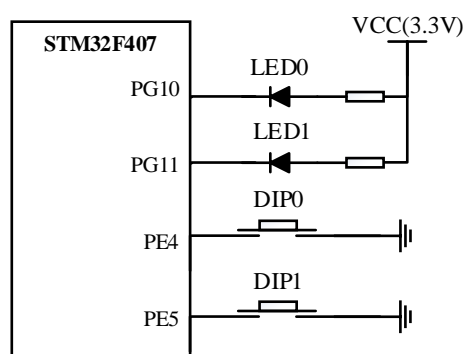

图 3 实验箱的 I/O 引脚连接示意图
- (1) 简述 GPIO_Configuration 函数对 IO 接口配置的步骤。
- (2) 分析该程序，LED 分别连接在哪些 IO 引脚上？请画出一个简明硬件连线图；根据此连线图，当引脚输出高电平时，是点亮还是熄灭 LED？
- (3) 分析循环点亮 LED 代码，补充相应的注释①②。
- (4) 可以用定时器实现精确循环（点亮）功能。已知系统时钟为 72MHz，采用定时器 TIM2 产生周期为 500ms 的定时时间间隔（控制 LED 的亮灭）。请简述定时器配置的主要步骤，并补充完整定时函数的空余部分③④。
46、在实验所用 STM32F407 实验箱上用拨动开关 DIP0/DIP1 控制 LED0/LED1 亮灭。硬件连接如图 3 所示。拟设计的程序功能为：拨动开关 DIP0/DIP1 由不接地（PE4==1/PE5==1）拨动至接地（PE4==0/PE5==0）时，触发中断来实现 LED0 和 LED1 亮灭切换。部分代码如附录 2 所示。请结合课程知识，分析附录 1 代码，回答以下问题。